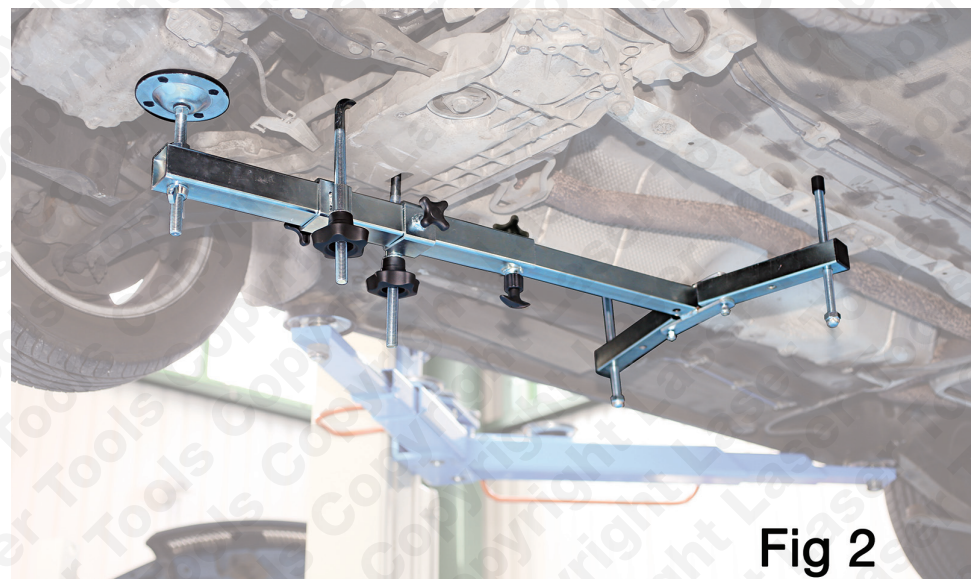

Fig 2
- Zie **Afb. 2**. Dit is een afbeelding van het gemonteerde 5750 steunframe.